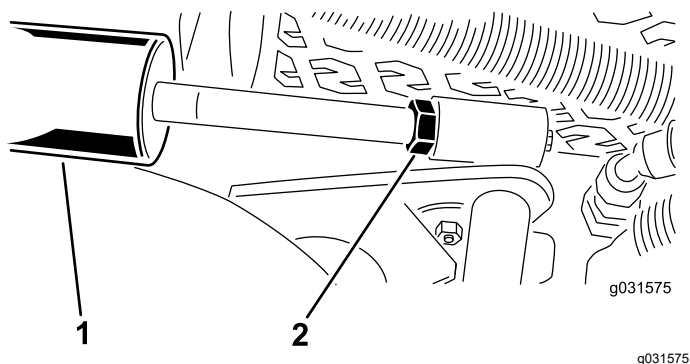

Figura 16
- A. Coborâi unitățile de tăiere i deurbai contrapiulia de pe cilindru (Figura 16).